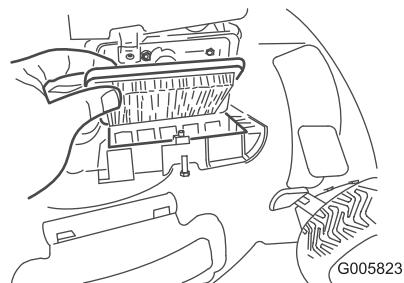

Figure 21
- Remplacez le filtre à air (Figure 21).